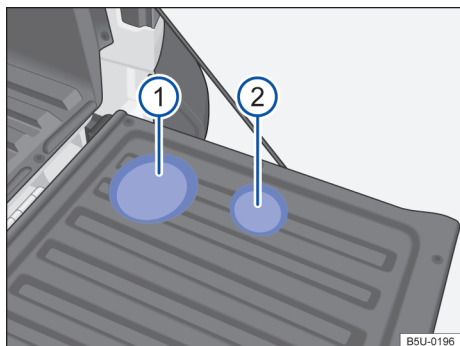

Fig. 103 En el revestimiento de la puerta del compartimento de carga: ① portabotellas y ② portavasos.
Para utilizar los portabotellas → fig. 103 ① y los portavasos ② abra la tapa del compartimento de carga.